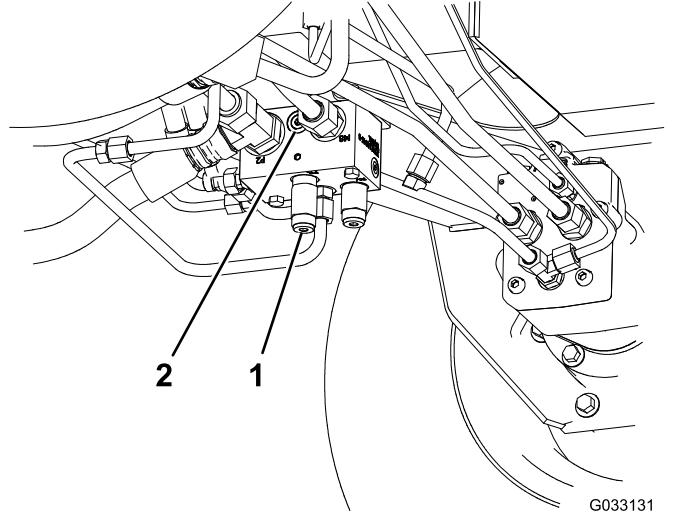

图 38
1. 在后牵引歧管端口 M8 与 P2 之间的未标记端口安装诊断接头 **图 38**